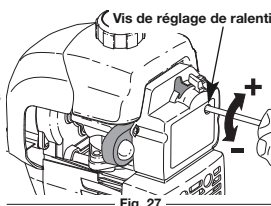

Fig. 27
Le régime ralenti du moteur est réglable par le couvercle du filtre à air/silencieux (Fig. 27).
- Relâchez le levier d'accélérateur et laissez le moteur au ralenti. Si le moteur s'arrête, insérez un petit tournevis à embout cruciforme dans le trou du filtre à air/couvercle du silencieux (Fig. 27). **Vissez** la vis de ralenti de 1/8 de tour à la fois (selon le besoin) jusqu'à ce que le moteur se mette bien au ralenti.